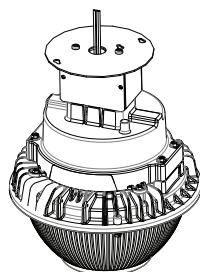

Figura 3
5. Vuelva a conectar la cubierta usando los tornillos originales (Figura 3).